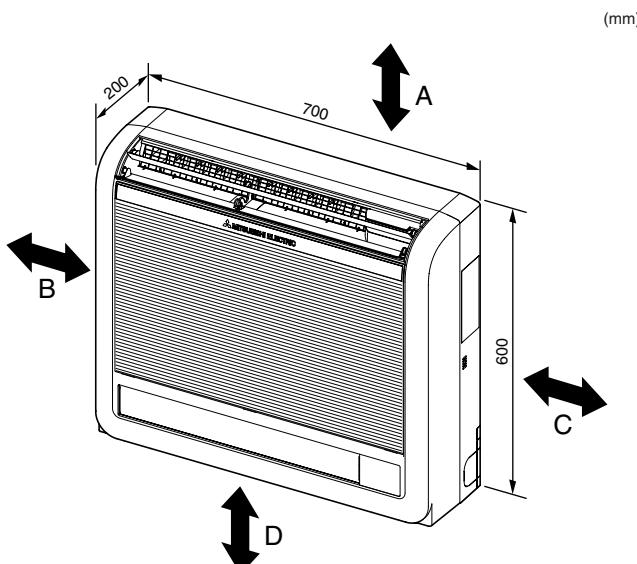

Fig. 2-1
①	Tuyau flexible d'évacuation	1
②	Gaine du tuyau	1
③	Collier	2
④	Support de fixation de l'appareil intérieur	1
⑤	Vis de fixation pour ④ 4 × 25 mm	5
⑥	Vis à bois pour la fixation de l'appareil intérieur	4
⑦	Rondelle de ⑥	4
⑧	Bandé de feutre (Utilisée pour la tuyauterie côté gauche ou arrière gauche)	1
⑨	Câble de la commande à distance MA	1
2.1. Dimensions externes (Appareil intérieur) (Fig. 2-1)